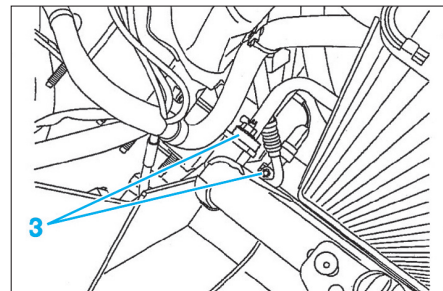

Fig. 17
- Débrancher les raccords (3) du condenseur (Fig.17).